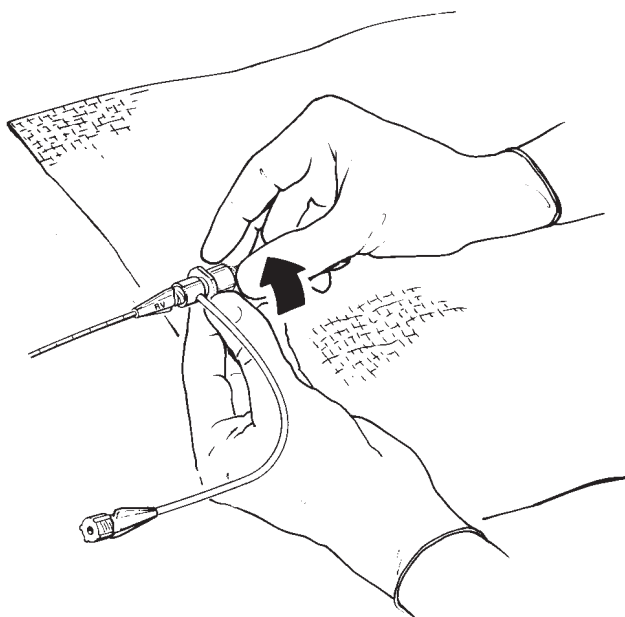

Figure 7. Securing probe to T-B adapter ■ **Figure 7.** Fixation de la sonde à l'adaptateur T-B ■ **Abbildung 7.** Fixieren der Sonde am T-B-Adapter
■ **Afbeelding 7.** De sonde vastzetten op de T-B-adaptor ■ **Figur 7.** Fastgørelse af probe til T-B-adaptor